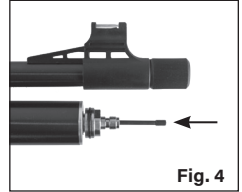

Fig. 4
2. Indsæt afgasningsværktøjet gennem påfyldningsniplens spids (Fig.4).